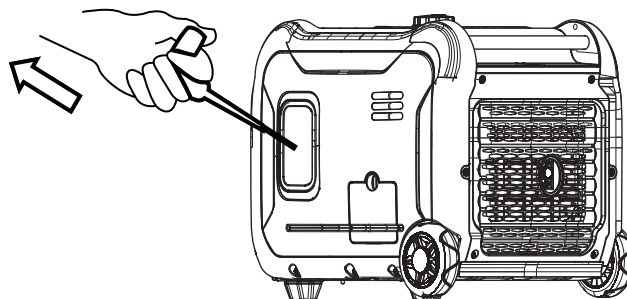

Abbildung 6: Ziehen Sie den Rückspulgriff aus dem Wechselrichter heraus
4. Ziehen Sie danach schnell am Startgriff (siehe Abbildung 6), der Generator betreibt normal.